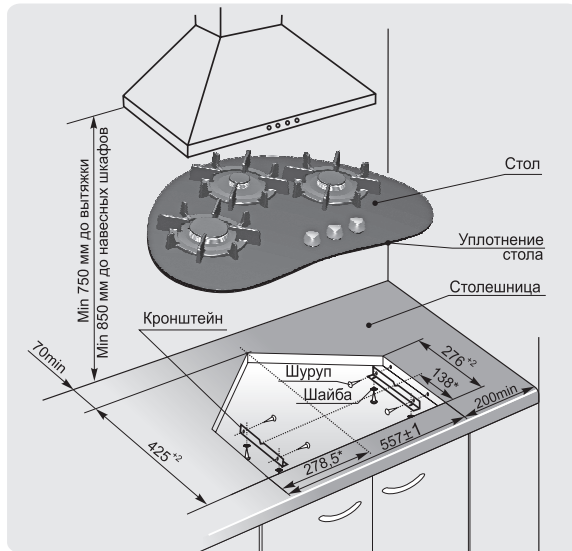

Рис. 4 МОДЕЛЬ CH2120
1. Точно разметить на столешнице контур проема под встраиваемый стол в соответствии с рис. 4, 5, 6.